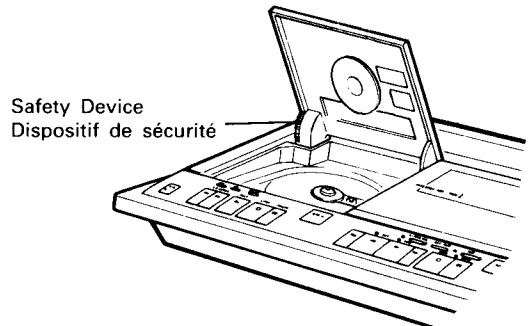

Fig. 17
21. Safety Devices (Fig. 17)
21. Dispositifs de sécurité (Fig. 17)